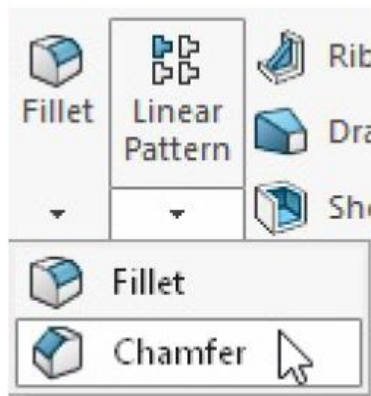

Рисунок 5.51 – Панель Fillet flyout
1. Виберіть інструмент **Chamfer** (Фаска) із панелі **Fillet flyout** (Панель заокруглень) у **Features CommandManager** (рис. 5.51); відкриється **Chamfer PropertyManager** (Менеджер властивостей фаски) (рис 5.52).